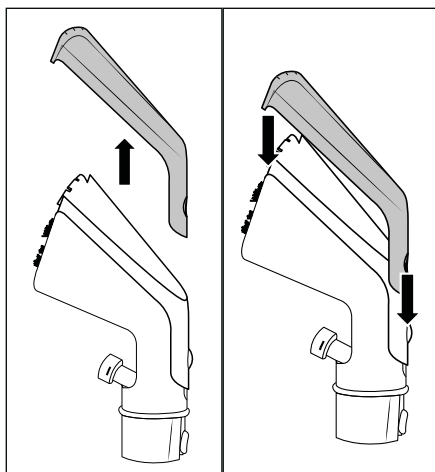

Fig. 9
- ◆ Shtypni butonin e kyçjes **24** të kapakut të aksesorit të pastrimit **23** të kokës së tapicerisë **22** dhe tërhiqeni kapakun e aksesorit të pastrimit **23** (shih Fig. 9).
- ◆ Vendosni kapakun e aksesorit të pastrimit **23** mbi kokën e tapicerisë **22**. Vendoseni poshtë derisa butoni i kyçjes të pozicionohet **24** në kokën **22** e tapicerisë (shih Fig. 9).
- i Shënim:** (1) Zbrazni enën e ujit të pastër **2**  nëse nuk do ta përdorni pajisjen për një kohë të gjatë. (2) Ruajeni pajisjen vetëm kur është e pastër.